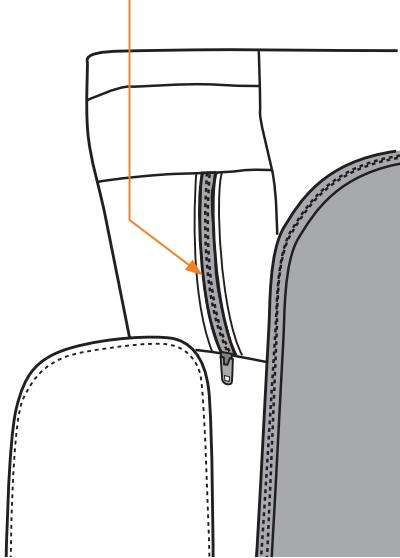

Fig.9
1. Repérez la poche à fermeture à glissière à l'arrière du coussin corporel situé dans la région de l'épaule gauche (Fig.9).